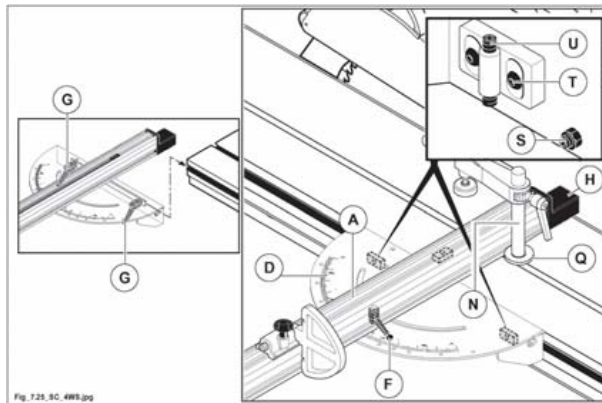

Fig. 7.25
- Sbloccare il gruppo riga ruotando (in senso antiorario) la colonnetta (N fig. 7.25);
- allentare la maniglia (F fig. 7.25);
- per l'esecuzione di tagli angolari ruotare il gruppo riga (A fig. 7.25) facendo riferimento alla scala (D fig. 7.25);
- bloccare serrando la maniglia (F fig. 7.25);
- posizionare il pressore contro il gruppo riga accertandosi che la rosetta (Q fig. 7.25) si inserisca nella scanalatura;
- bloccare il gruppo riga ruotando (senso orario) la colonnetta (N fig. 7.25).
- allentare le leve (G fig. 7.25);
- agire sui grani (S fig. 7.25) per regolare il parallelismo al vagone;
- allentare le viti (T fig. 7.25) ed agire sui grani (U fig. 7.25) per regolare la posizione in altezza.
quando il parasceghe (H fig. 7.25) si usura, spostarlo dopo aver allentato le viti di fissaggio.